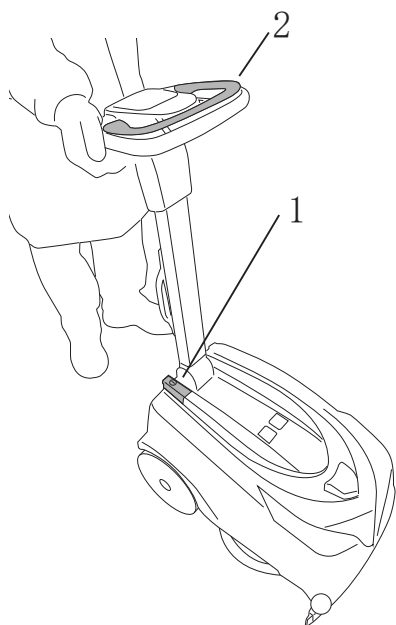
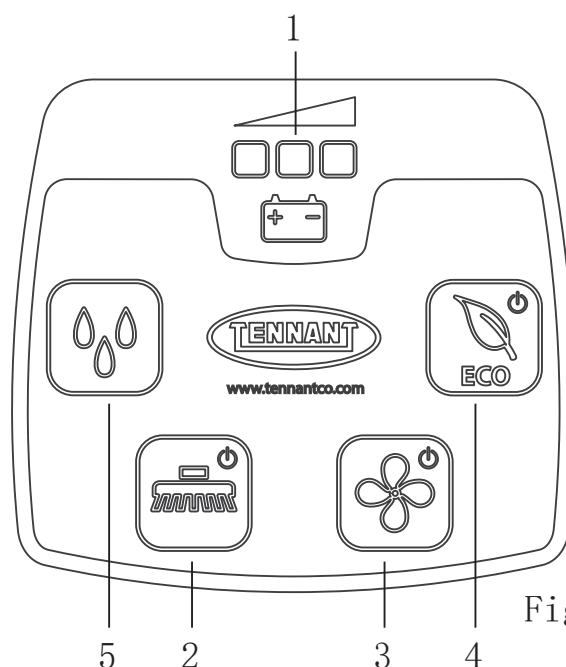

Fig. 14
Fig. 15
- 总开关（图14，编号1）：接通或者断开机器所有功能的电源。
- 电瓶电量显示灯（图15，编号1）：3个彩色LED灯，可显示红、黄、绿三色，显示电瓶电量。有以下情形：
- 地刷按键（图15，编号2）：启用（LED灯亮）和禁用（LED灯熄灭）“地刷”功能，只有按下“地刷指令杆”后，地刷才可运行（图14，编号2）。
- 吸水按钮（图15，编号3）：开（“LED灯亮”）关（“LED灯灭”）吸水马达，从而能将清洁后的地板吸干。马达只有在按下“地刷指令杆”后方可运行。
- 溶剂流向按钮（图15，编号1）：可启用、关闭或更改溶剂的流量，操作方式如下：
- ECO按钮（图15，编号4）：启用（“LED点亮”）并禁用（“LED关闭”）ECO功能。